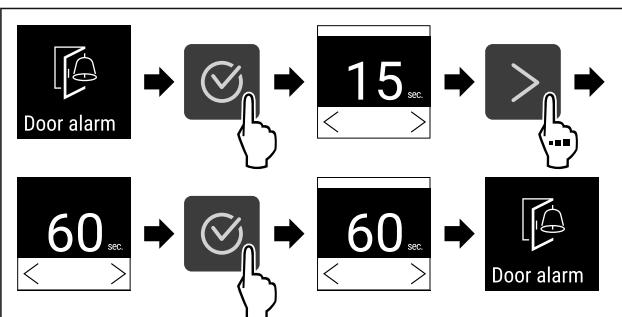

Fig. 140
- Følg anvisningene (se Fig. 140) .